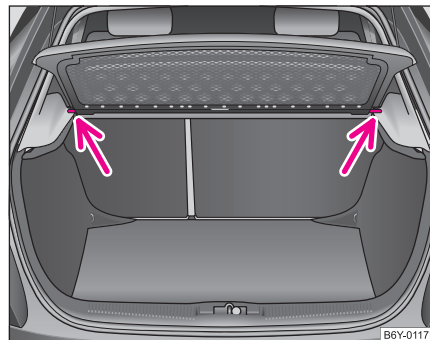

Abb. 59 Ausbau der
- Ziehen Sie die Abdeckung waagrecht nach hinten aus den vorderen Haltern ⇒ Abb. 59.